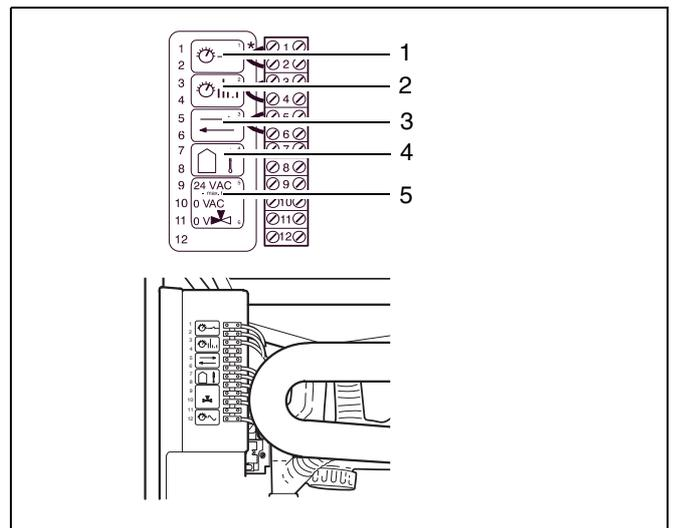

Fig. 13 Collegamento apparecchio di regolazione
- In caso di valvola a tre vie senza spina: Collegare la valvola a tre vie ai morsetti 9 e 11 della morsettiera (fig. 13, pos. 5).
- Rimuovere il ponte e collegare l'apparecchio di regolazione alla morsettiera attenendosi allo schema elettrico (fig. 13).
Legenda fig. 13: